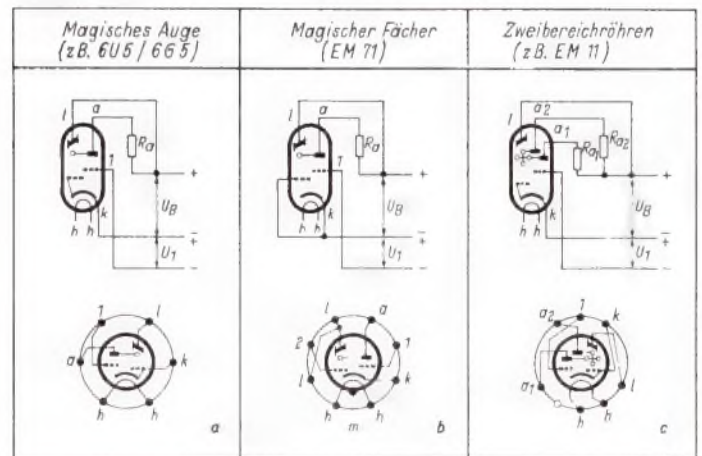

Bild 2. Schaltung der gebräuchlichen Abstimmanzeigeröhren (a = amerikanisches Magisches Auge, b = Magischer Fächer, c = Zweibereichsröhre)
(4). Bild 2 zeigt den mit dieser Meßeinrichtung aufgenommenen Verlauf des Schwächungsfaktors einer Meßröhre, die als Pentode oder als Triode geschaltet ist. Das Meßresultat veranschaulicht die Abhängigkeit des Rauschens vom Arbeitspunkt bzw. der Steilheit sowie der Betriebsart.
diese Schaltungstechnik nicht nur für Meßzwecke, sondern auch für normale Rundfunkgeräte nennenswerte Ersparnisse ermöglicht, beweist eine praktisch erprobte Schaltung nach **Bild 2**, die neben den beiden Schwingkreisen und drei Röhren nur fünf Widerstände und vier Kondensatoren benötigt und trotzdem zur Aussteuerung der Endstufe mit 10 mV auskommt. hgm